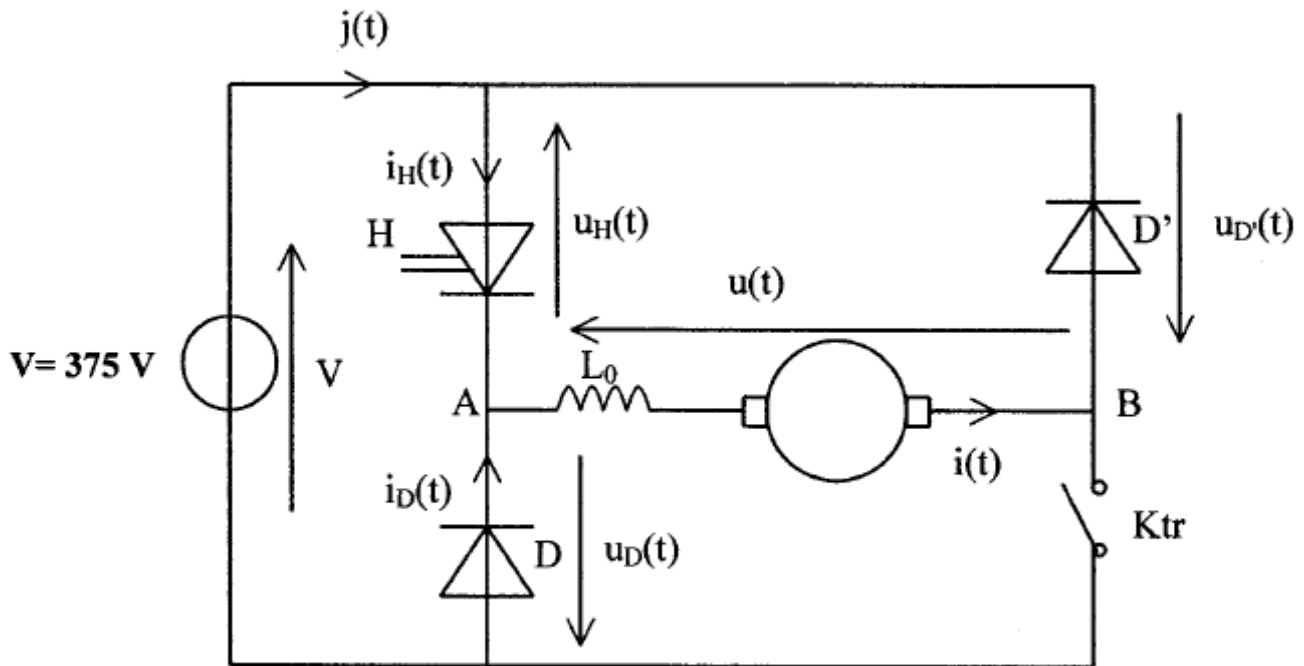

Figure 2
L'induit de la machine à courant continu est piloté par un hacheur alimenté à partir du réseau 375 V continu symbolisé par la source de tension  $V$ , conformément au schéma électrique représenté figure 2.
**2.2.5** Pour chacune des phases de fonctionnement, tracer sur le **document réponse n°3** les variations du courant dans la source  $j(t)$  (voir figure 2).